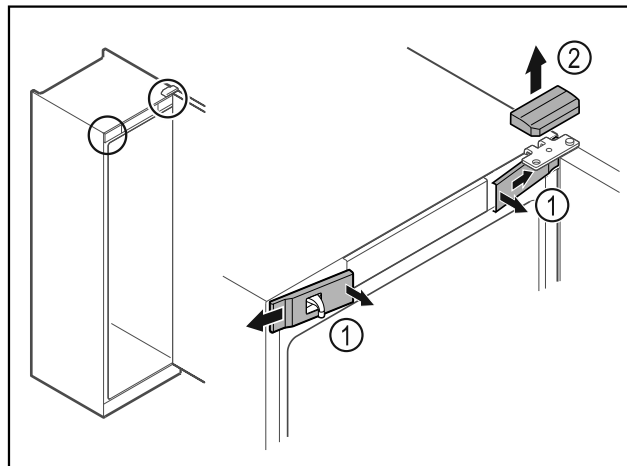

Fig. 14
- ▶ Desencaje las cubiertas frontales Fig. 14 (1) en el interior y retírelas hacia un lado.
- ▶ Retire la cubierta superior Fig. 14 (2) hacia arriba.